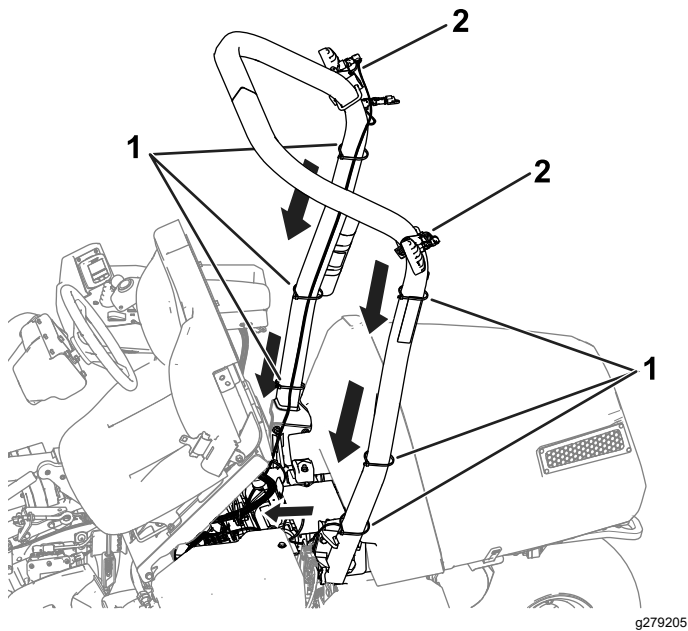

Figura 2
4. Indirizzate il cablaggio preassemblato in basso lungo il roll bar e sotto il sedile (Figura 2).
- Utilizzate 2 fascette per cavi (7¼") per fissare il cablaggio preassemblato alle staffe destra e sinistra; fate riferimento a Figura 2.
- Utilizzate 6 fascette per cavi (14½") per fissare il cablaggio preassemblato al roll bar; fate riferimento alla Figura 2.